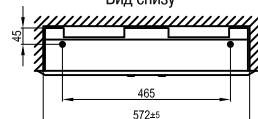

Рисунок 4 – Габаритные и установочные размеры металлокорпусов
Оперативная панель выполнена сборной, состоящей из торцевых (1) и линейных (2) модулей и крепежных клипс (3) (рисунок 4). На линейных модулях имеются окна для выхода модульной электроаппаратуры, в нижнее окно установлена заглушка (только для корпусов с двумя и более окнами).